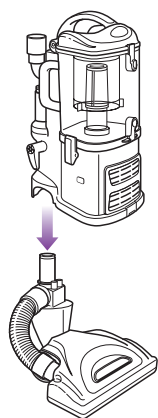

Fig. 8
- 2 Alignez le tube de la brosse à plancher avec le tube du corps de l'aspirateur *Lift-Away^{MC}* en les enfonçant l'un dans l'autre jusqu'à ce que les deux pièces s'enclenchent. (Fig. 8)